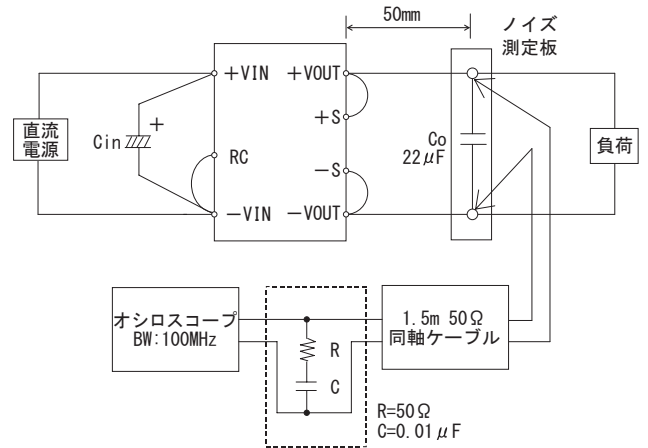

図3.4 電気特性の測定方法
■ 出力リップルおよびリップルノイズは、図3.4に規定する方法にて測定した値です。Cinの容量は表2.1を参照してください。